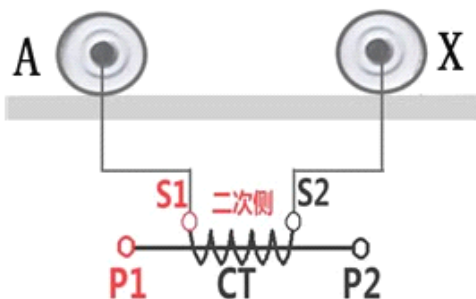
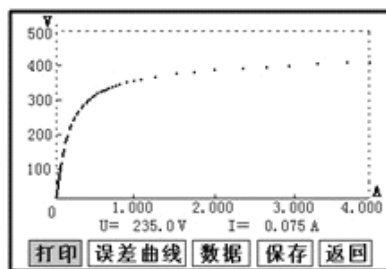
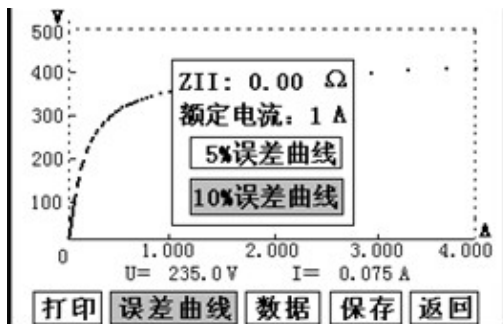
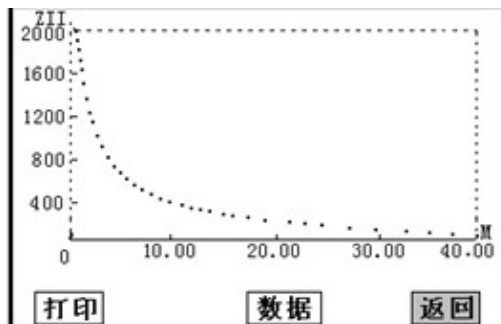

图 4
图 5
图 8
图 9
接线图见(图 4),测试仪的 A、X 为电压输出端,试验时将 A、X 分别接互感器的 S1、S2(互感器的所有端子的连线都应用开)。合上功率开关,设置完毕按“**伏安特性**”键后,即开始测试。试验开始后仪器将自动升压、升流。根据测得的拐点电压自动计算数据,当测试完毕后调压器回零,切断电压输出,根据合适的比例显示伏安特性曲线,显示拐点电压、电流值(见图 5)
试验结束后, 屏幕显示出伏安特性测试曲线(见图 5)。该界面上各操作功能如下:
- **误差曲线**: 在图 5 的界面中，将光标移至“误差曲线”选定后，屏上将显示伏安特性试验的误差曲线的设置见（图 8）。选定后计算出的误差曲线如（图 9），误差曲线就是根据互感器二次侧的励磁电流和电压计算出的电流倍数（M）与允许二次负荷（ZII）之间的对应关系，可参考附录 5。
显示拐点电压、电流值，并绘出伏安特性曲线图。（见图 5）
验开始后仪器将自动升压、升流。根据测得的拐点电压自动计算数据，当测试完毕后调压器回零，切断电压输出，根据合适的比例显示伏安特性曲线，显示拐点电压、电流值（见图 5）